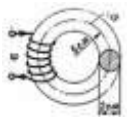

Рисунок 5 –
- 1 Каким должен быть намагничивающий ток катушки индуктивности, имеющей 200 витков, чтобы ее намагничивающая сила создала в чугунном кольце магнитный поток  $0,000157 \text{ Вб}$ ? Средний радиус чугунного кольца 5 см, а диаметр его сечения 2 см (рисунок 5).